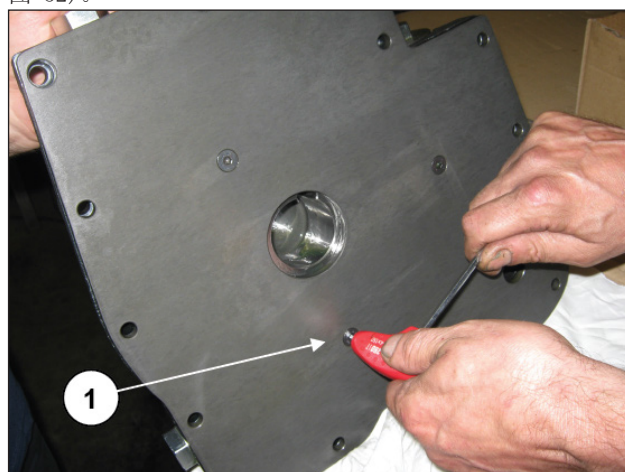
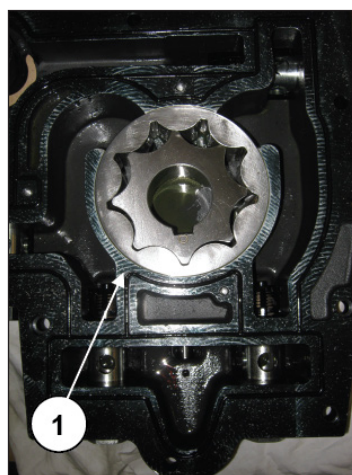

图 51
图 52
请遵守油泵拆卸的正确顺序。拧松三个M6螺栓（①，图 51）来拆除油泵体后板，以便可接触油泵转子并拆除它们（②，图 52）。